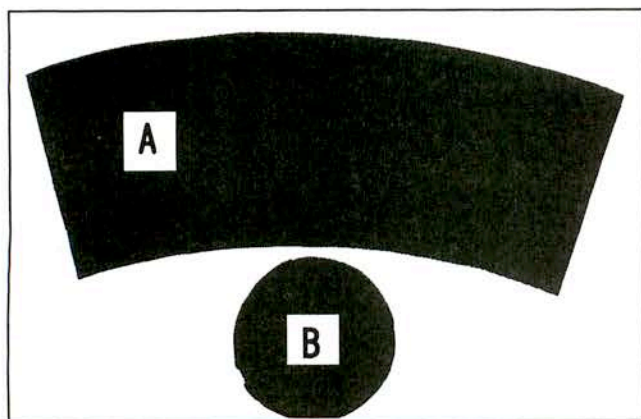
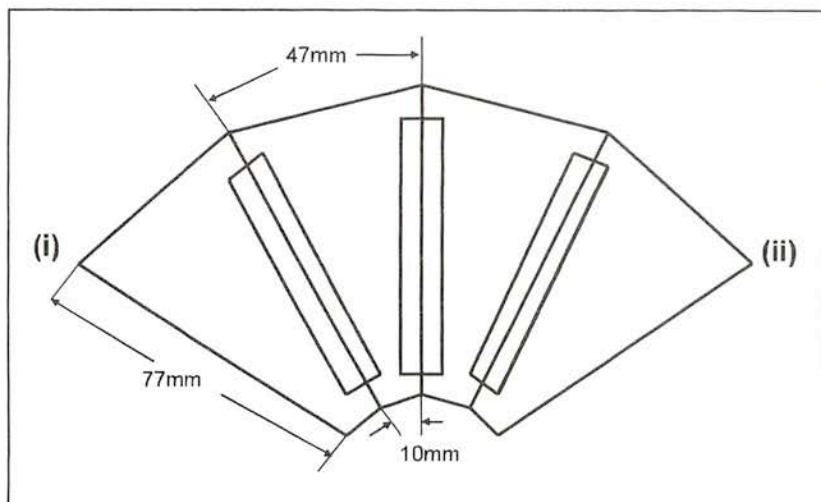

図1 紙コップの内面を黒くするために黒の色画用紙でA, Bを2組作る。
図2 ポリカーボネイトミラー(厚み0.5mm)で四角錐ミラーを作る。
1. 黒色（つや消し）の画用紙で図1（A, B）のような形の紙を2組作ります（紙コップの内面に入れて反射防止に用います）。Aは側面用で、Bは底用です。A, Bを紙コップ（a）と（b）の2個の内面に、両面テープで紙コップから外れないように取り付けます（図2）。
2. ポリカーボネイトのミラーを切り、図2のようなミラー片を4枚作ります。このミラーの裏側を上にして、机の上に並べます。その時、ミ
ラーの隙間を約0.5~1mm あけて置きます(図2)。そして、ミラーの裏側をセロテープではります(図2)。ミラーの保護膜を取り除き、ピカピカ光っている方を中側にして、(i)と(ii)が合うように四角錐に折り曲げ、両端(iとii)をセロテープでとめます。(この四角錐ミラーは実験3で用います。)